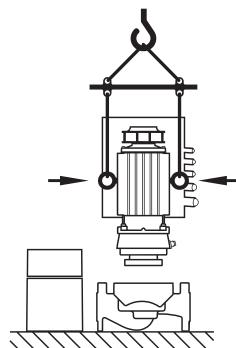

Fig. 25: Moottori-juoksupyöräyksikon kuljetus
- Jos kuljetussilmukat on siirretty tai ne siirretään moottorilaipasta moottorin koteloon, niitä saa käyttää vain moottori-juoksupyöräyksikon (Fig. 25) kantamiseen tai kuljettamiseen, mutta ei kokonaisen pumpun kuljettamiseen eikä moottori-juoksupyöräyksikon